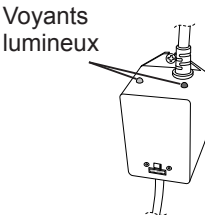

FIGURE 8
- Faire glisser la nouvelle lampe UV (3) dans le tube de quartz.
- Réinstaller la gaine protectrice noire (6) sur l'écrou à compression (5).
- Réinstaller le couvercle (9) et le joint d'étanchéité (8), et visser le tout en place.
- Une fois le disjoncteur remis sous tension, vérifier le ballast (12) (Figure 8) pour vous assurer que le système CLEARRAY fonctionne bien. Une lumière verte indique que le système CLEARRAY est en marche; elle devrait être allumée en tout temps. Une lumière rouge indique que la lampe UV est activée.